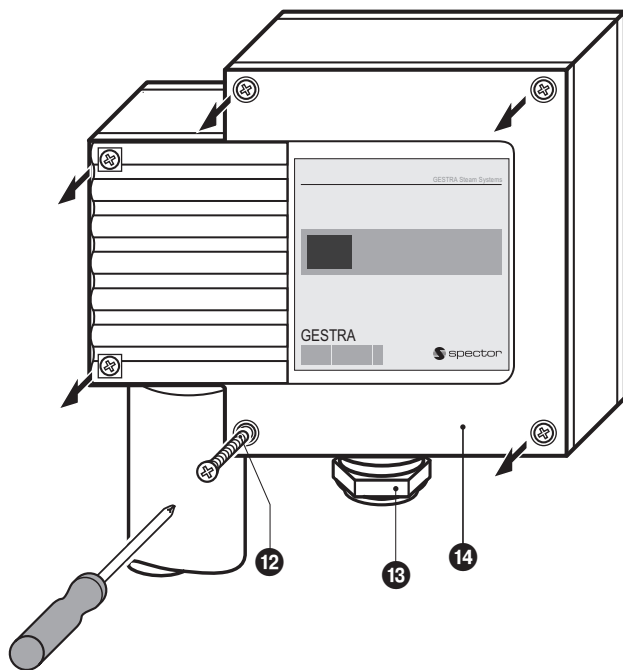

Fig. 14
1. Lossa skruvarna **12** och ta bort husets lock **14**. **Fig. 14**. På detta lock pekar pilen på typskylten.
1. Lossa skruvarna **12** och ta bort husets lock **14**. **Fig. 14, 15**